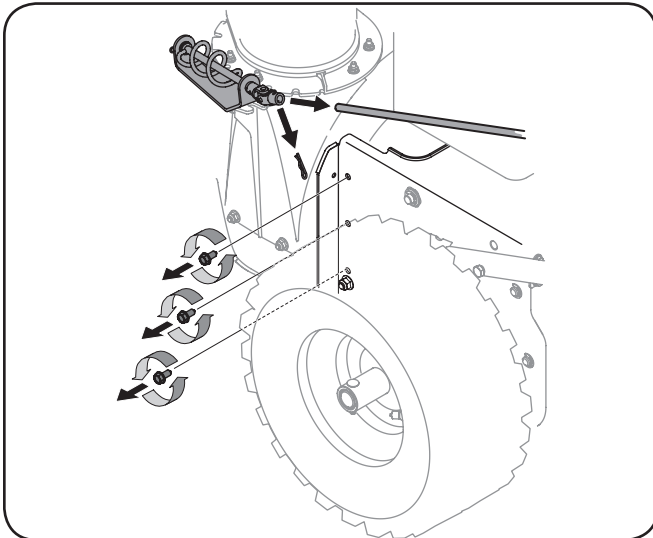

Figura 7-1
1. Retire la varilla de la manivela del canal del montaje de la manivela del canal quitando el pasador del broche de horquilla como se muestra en la Figura 7-1. Mueva la varilla de la manivela del canal fuera del montaje como se muestra.
2. Retire los tornillos autorroscantes de ambos lados del alojamiento de la transmisión como se muestra en la Figura 7-1.
4. Desde los dos lados del conjunto del cuadro, use una llave de 1/2" para retirar los tres tornillos roscados hexagonales que sujetan el marco de transmisión al conjunto de la caja de la barrena. Consulte la Figura 7-1. No retire la tuerca de seguridad bridada hexagonal inferior a cada lado.